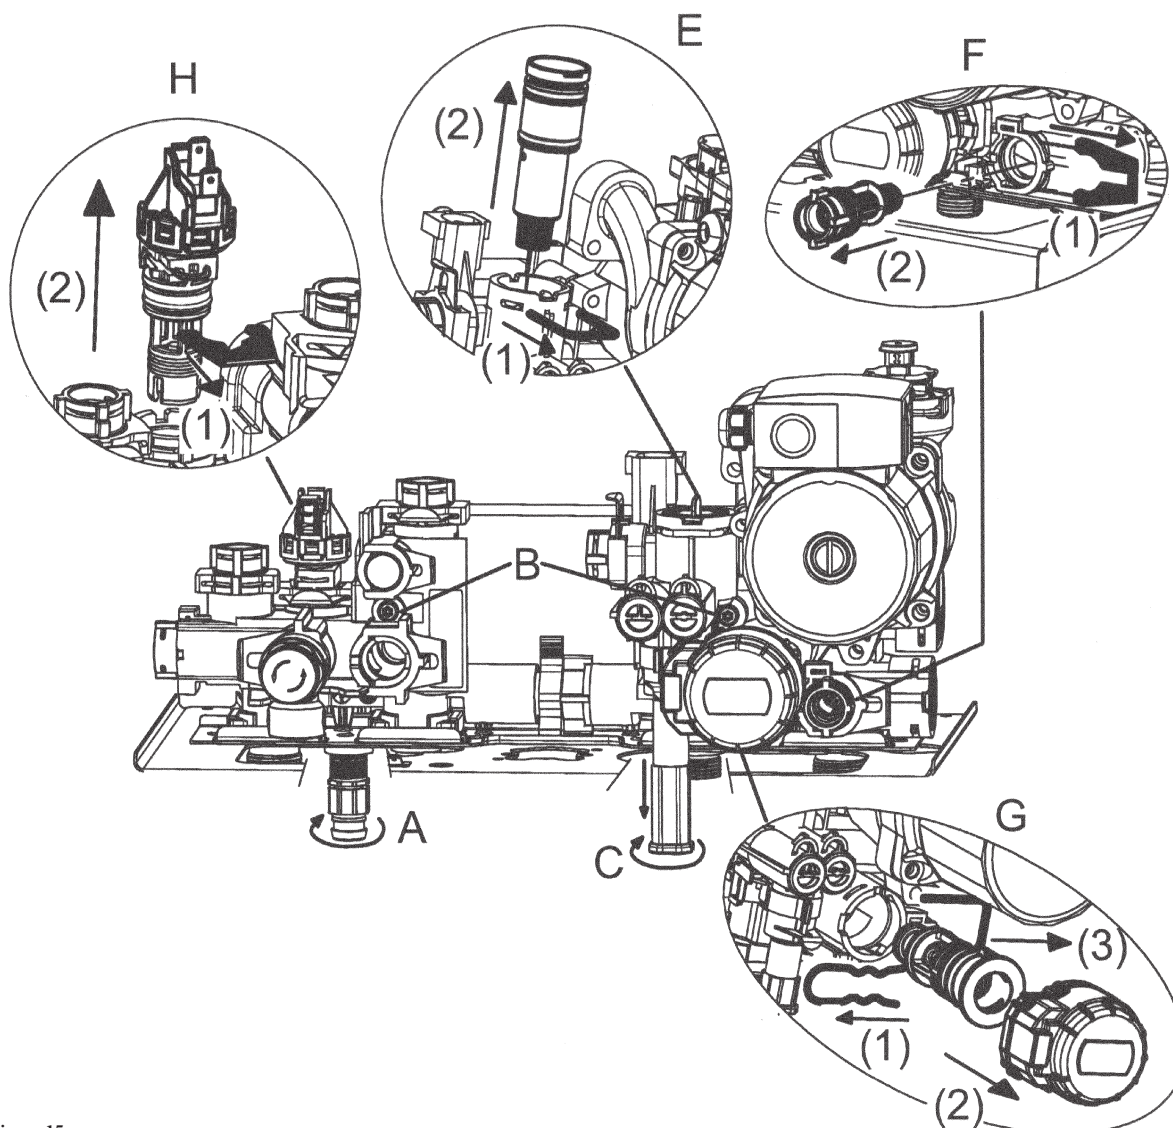

Figura 15
- evacuați apa din circuitul de încălzire deschizând robinetul A din figura 15;
- pentru a extrage cartușul cu filtrul circuitului de încălzire, mai întâi îndepărtați motorul valvei cu 3 căi (1-2G- figura 15);
- îndepărtați clipul 1E din figura 15;
- scoateți filtrele (2E, figura 15).